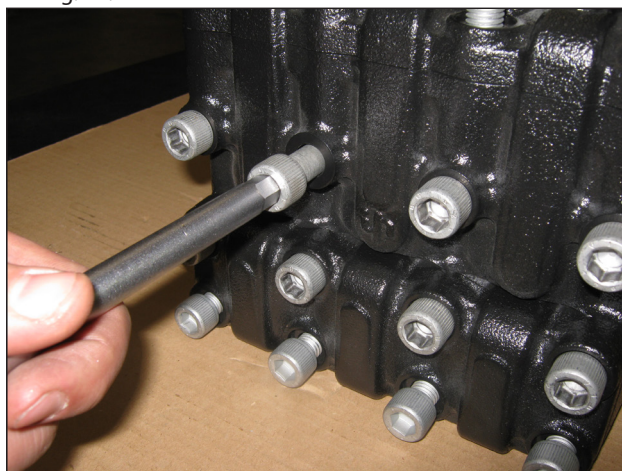

Fig. 42
- A) Svitare le viti fissaggio testata M12x190 come indicato in Fig. 42.